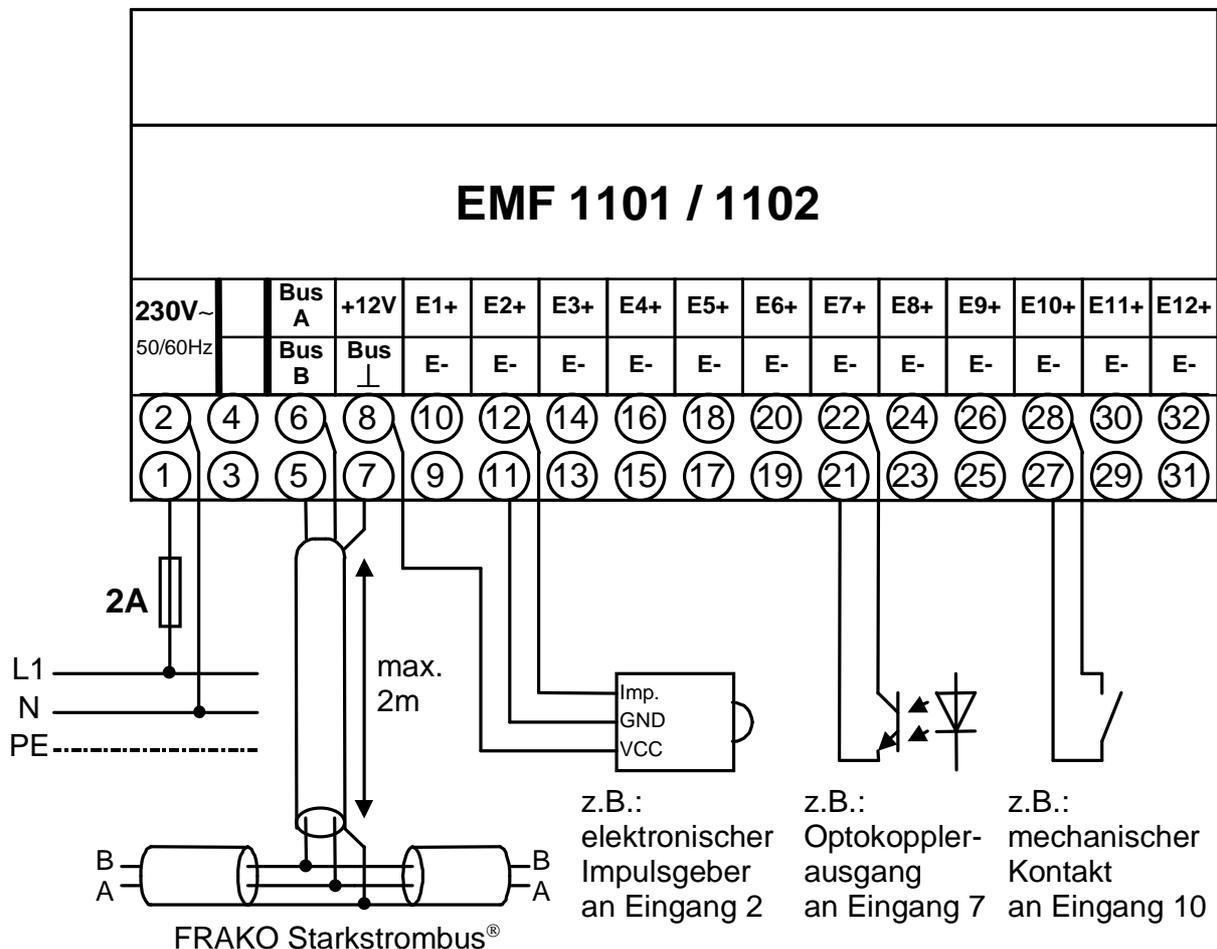

Abbildung 1: Anschlußbild
- Der Anschluß erfolgt gemäß Anschlußplan Abbildung 1, Seite 7.
Der Anschluß erfolgt gemäß dem Anschlußbild in Abbildung 1.
Die Versorgungsspannung beträgt 230 V~, 50 / 60 Hz. Der Anschluß erfolgt an den Klemmen „230V~“ gemäß dem Anschlußbild in Abbildung 1, Seite 7.
Der Anschluss erfolgt an den Klemmen „Bus A“, „Bus B“ und „Bus \perp “ gemäß dem Anschlussbild in Abbildung 1, Seite 7.